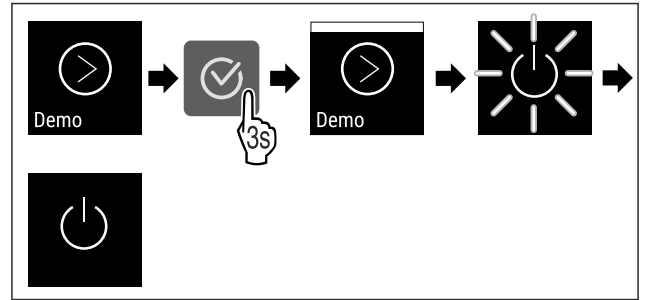

Fig. 111
- ▶ Vykonajte kroky akcie (pozri Fig. 111) .